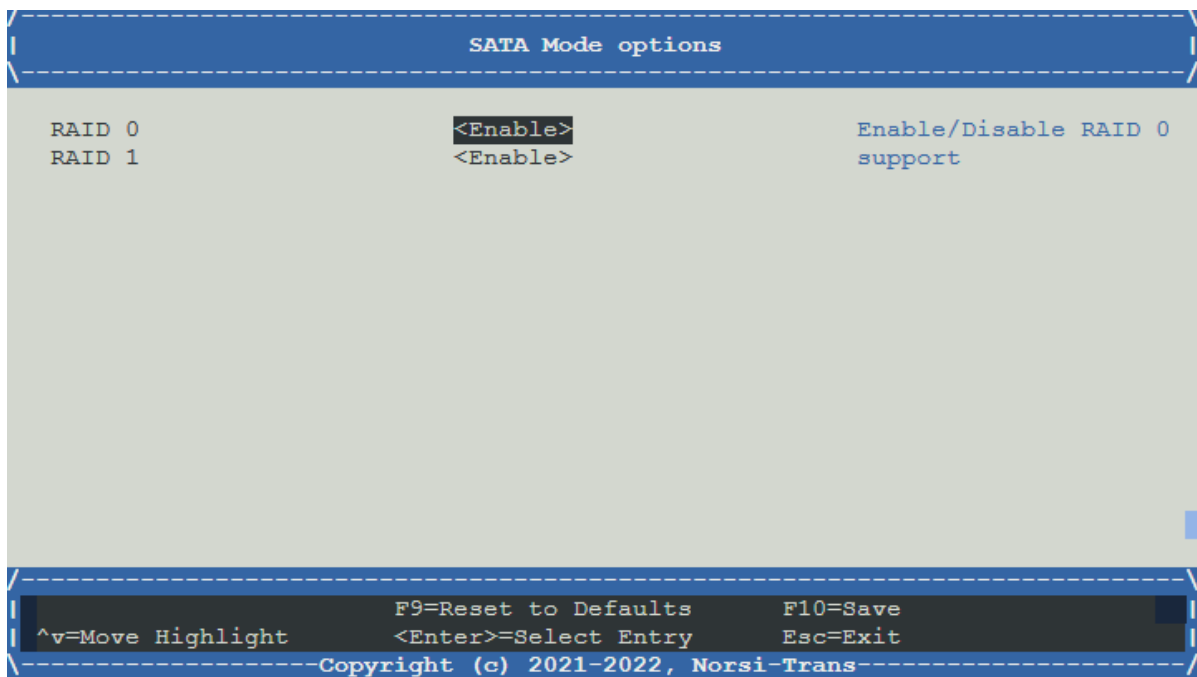

Рис. 60. Меню SATA Mode option
- 3) Во вкладке «PCH sSATA Configuration» перейдите во вкладку «SATA Mode options» и установите «RAID 0» и «RAID 1» в состояние <Enable>. Окно показано на рис. 60 Меню SATA Mode option.